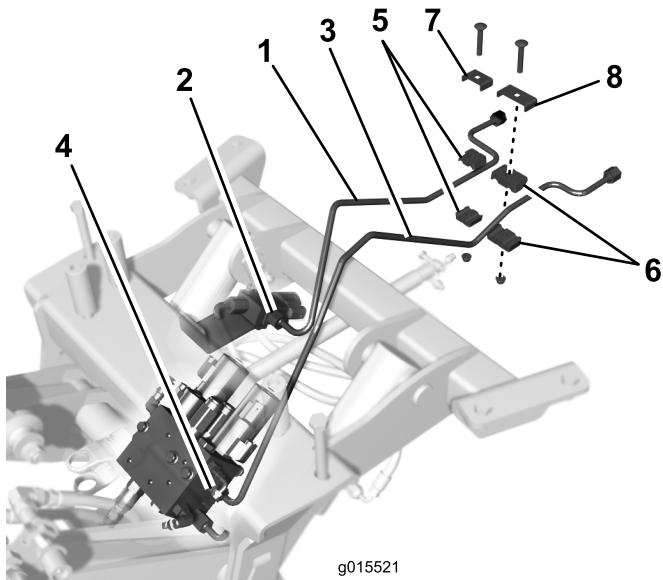

Figura 9
| 1. Tappi del tubo idraulico | 3. Collegate l'estremità posteriore del tubo idraulico più corto al tubo sulla macchina (Figura 9). |
4. Collegate l'estremità posteriore del tubo idraulico più lungo al tubo sulla macchina (Figura 9).
6. Installate il tubo idraulico più corto (senza fissarlo) sul tubo adiacente della macchina con morsetto del tubo piccolo, piastra, vite a testa tonda e dado flangiato, come mostrato in (Figura 9).
7. Installate il tubo idraulico più lungo (senza fissarlo) sul tubo adiacente della macchina con morsetto del tubo grande, piastra, vite a testa tonda e dado flangiato, come mostrato in (Figura 9).